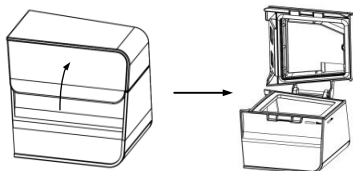

Fig. 14-7
- (1) **Demontarea camerei de apă** conform instrucțiunilor de la punctul 14.1.1.
- (2) **Golirea camerei de apă:** Deschideți capacul așa cum se arată în Fig. 14-7 și goliți apa rămasă din camera de apă.